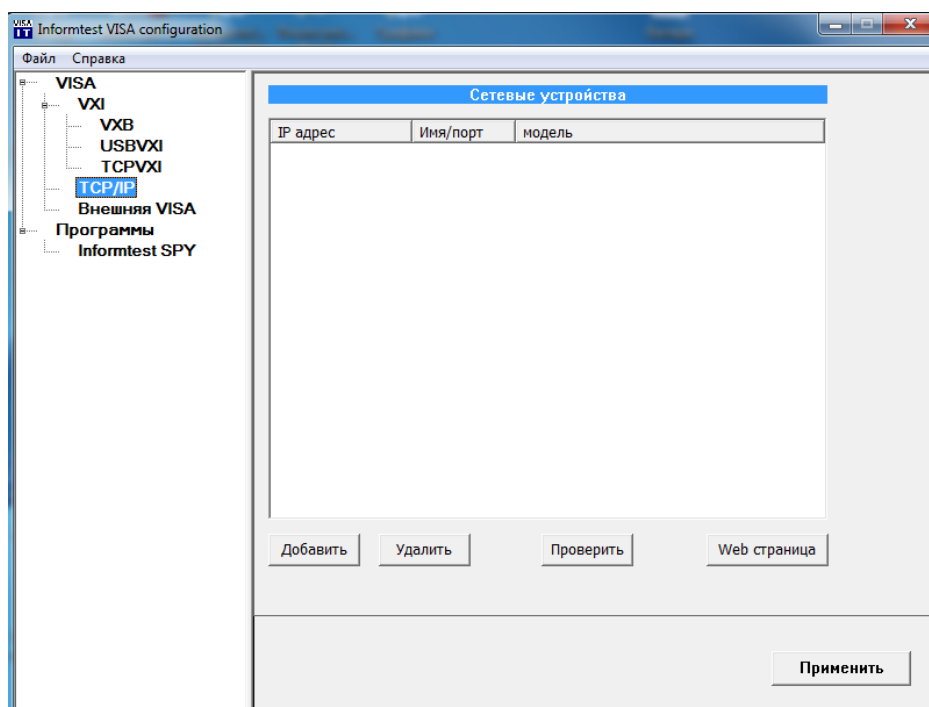

Рисунок 8
9.8.1 При первичном подключении изделия / смене конфигураций необходимо открыть главное окно программы Informtest VISA config и перейти в окно «TCP/IP», наведя курсор «мыши» на надпись TCP/IP и нажав правой/левой кнопкой «мыши» по надписи (рисунок 8).